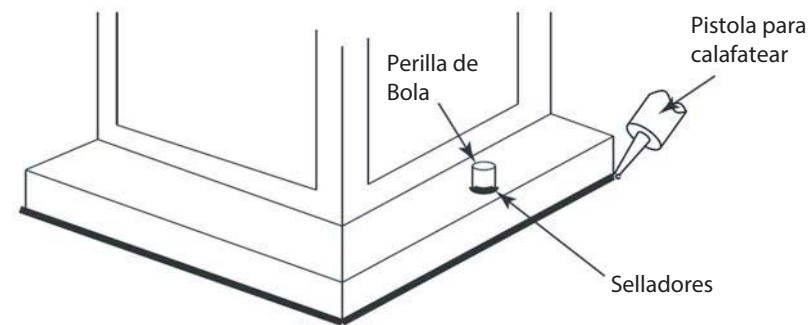

Figura 2
1. Conecte el cable de alimentación positiva (A) (normalmente negro el lado no marcado suave del cable de dos conductores) de plomo accesorio positivo (B) con un giro de tamaño apropiadamente conector - **Véase la Figura 2 y 3**.
2. Conecte el cable de alimentación negativa (C) (por lo general de color blanco o el lado marcado estriado del cable de dos conductores) de plomo accesorio negativo (D).
Loop alambre de tierra (E) (generalmente de cobre o verde recubierto de plástico) debajo de la cabeza del tornillo de tierra (S) en la brida de montaje accesorio (M) y conectar con el extremo suelto del cable de tierra luminaria directamente al cable de tierra del sistema de construcción con un tamaño adecuado twist-conectores - **Véase la Figura 2**.
Después asegurar fijo en su lugar, se recomienda que la distancia entre la parte superior y la base de montaje del accesorio se sellará con cualquier buen masilla impermeable de calidad o sellador de silicona (no incluido). También se recomienda que una pequeña capa de madilla o sellador de ser sometidos a los mandos de bolas utilizadas para montar accesorio – Véase la Figura 2.